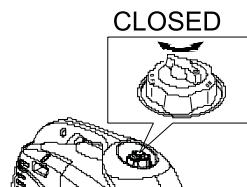

Рис. 24
- Переключите вентиляционный клапан крышки топливного бака в положение «OFF» (Рис. 24).